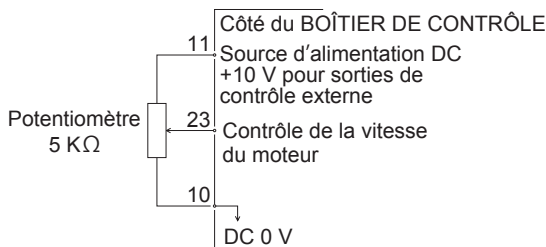
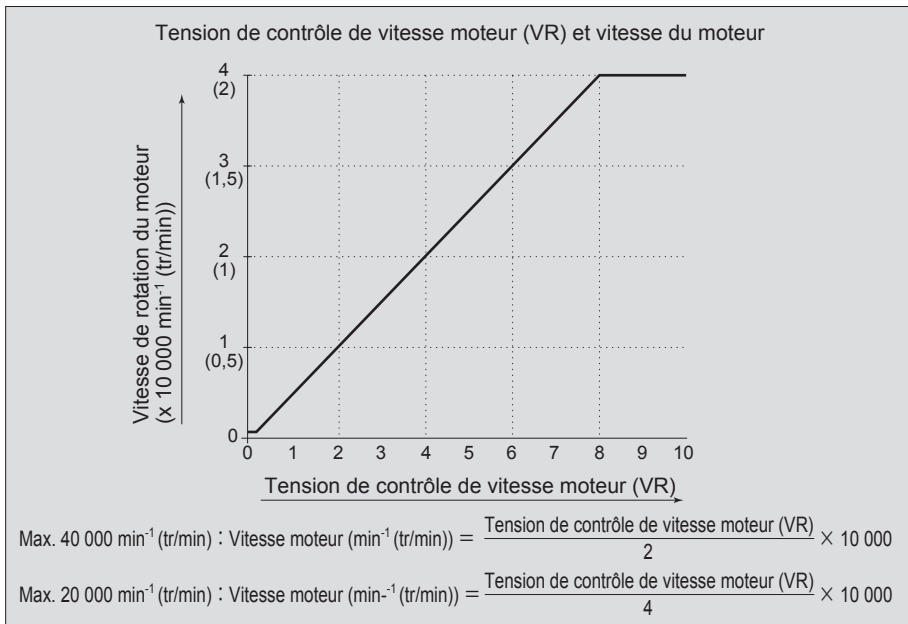

Fig. 29
Fig. 31
Référez-vous à la figure 29, 30 pour les connexions. Référez-vous à la figure 31 sur les relations entre la vitesse de moteur et la "tension de contrôle de vitesse moteur (VR)".